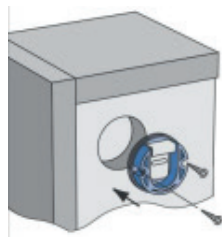

Рис. 9 / 9-сур.
2. Измерите расстояние между навесами и от навеса до верхнего края зеркала. По снятым замерам производите на стене разметку, просверлите отверстия и установите крепежные винты. Закрепите изделие на стене с помощью навесов (рис. 9). Если зеркало оснащено регулируемыми навесами, при необходимости производите дополнительную регулировку.